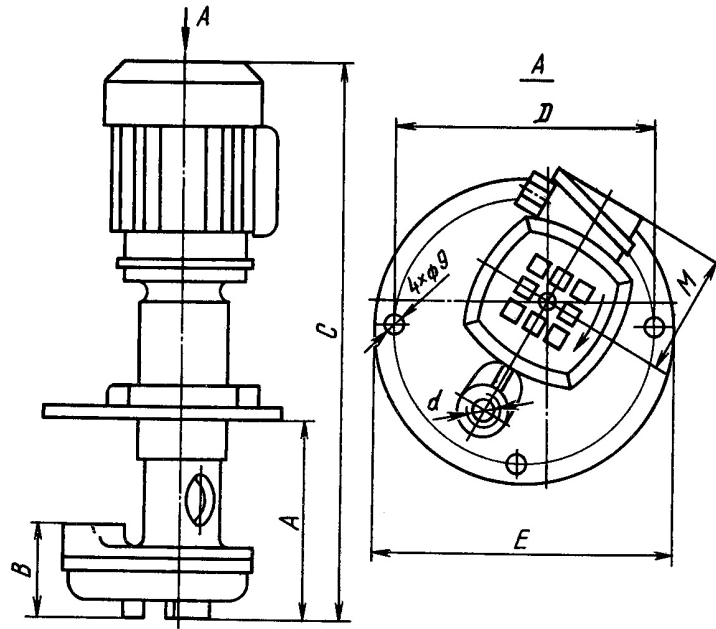

Рис.1. Габаритные и присоединительные размеры электронасосов
2.4. Габаритные и присоединительные размеры электронасосов приведены на рис.1.